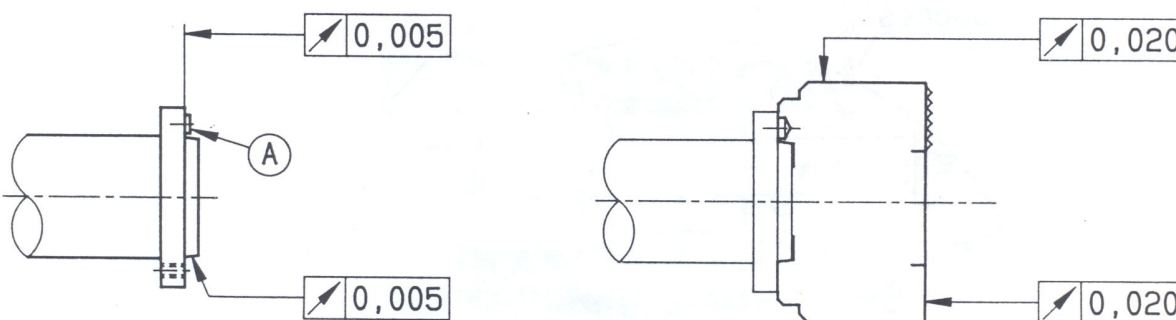

fig. 2
- S'assurer de la propreté du nez de broche et vérifier son saut et son voile de face (fig. 2).
- Avant blocage définitif des vis de fixation (b) , vérifier le saut et le voile de face du mandrin (fig. 2); recentrer si nécessaire.